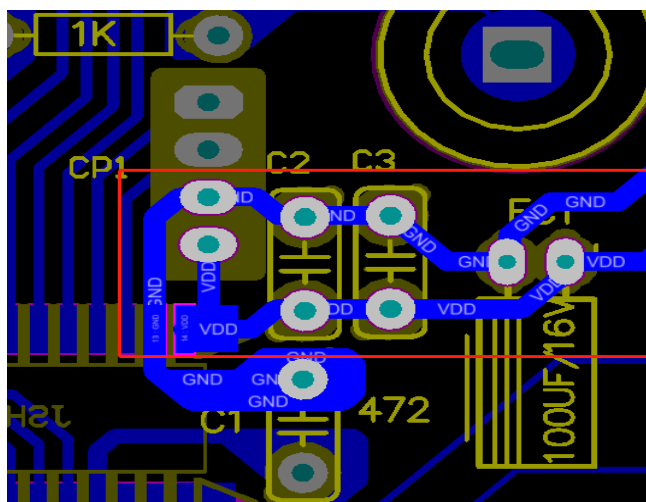

图 14
3) 电源与地平行走线并尽量拉等宽与等距的线，减少共模干扰，对 EFT 干扰比较有帮助，见图 14 位参考电源走线：